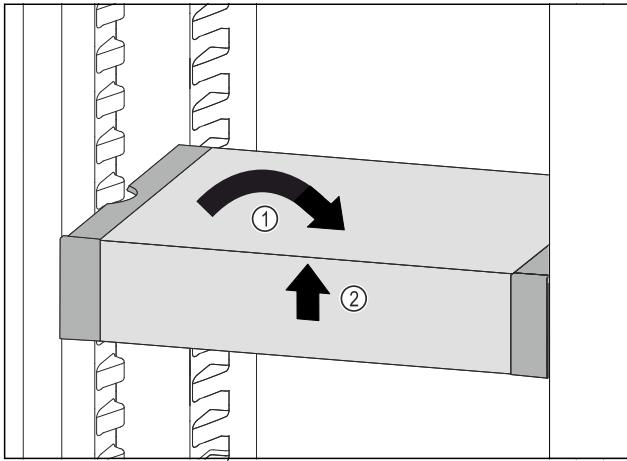

Fig. 219
- ▶ Установите VarioSafe прямо. Fig. 219 (1)
- ▶ Приподнимите VarioSafe спереди. Fig. 219 (2)